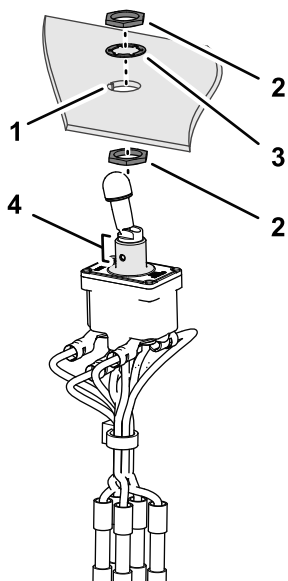

Figura 7
1. Se não estiver instalado, enrosque uma porca de bloqueio no interruptor da PTO novo (Figura 7).
2. Alinhe a ranhura de chaveta do interruptor com a chave na abertura do painel e insira o interruptor no painel (Figura 7).
3. Monte o interruptor no painel com a anilha dentada interna e a porca de bloqueio (Figura 7).